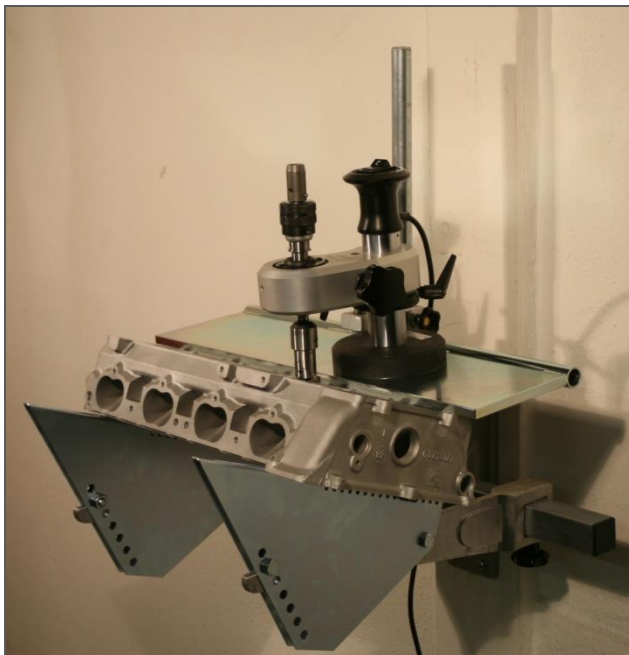

Fig. 4
Si la culata de cilindro incluye asientos de válvula inclinados, como Fig. 4, el soporte de culatas debe estar equipado con las placas de inclinación (SH).
Las placas se pueden montar con facilidad y adaptarse a una base segura y sólida para la rectificación del asiento de la válvula con el VGX-21. Fig. 4